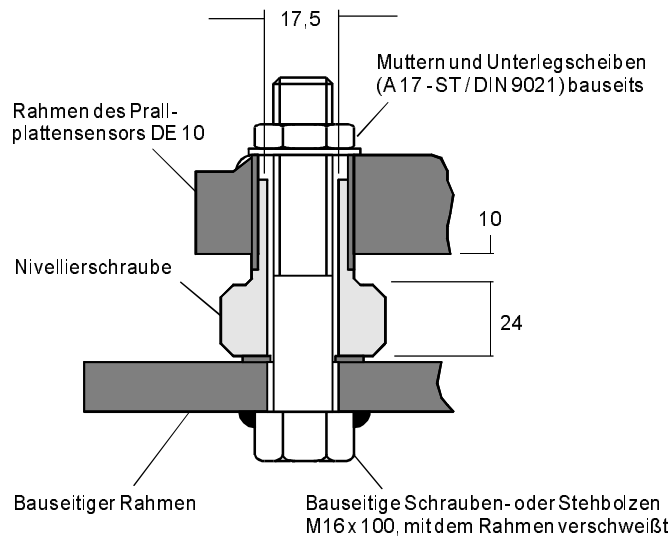

Abbildung 14 Detaildarstellung der Sensorbefestigung
3. Die drei Nivellierschrauben werden etwa 5 mm aus dem Rahmen des Prallplattensensors herausgedreht (vgl. Abbildung 14 auf Seite 21).